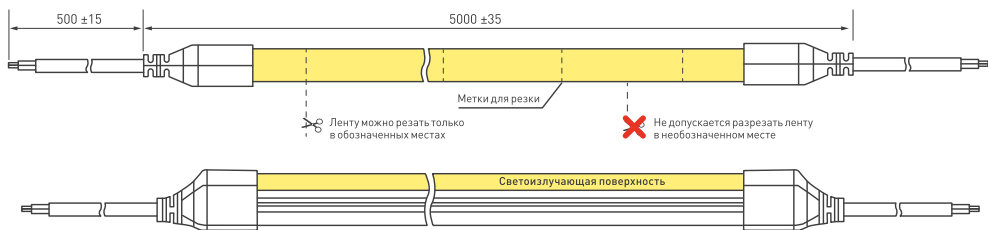

Рис. 1. Габаритные размеры ленты
- 3.2. Отрежьте ленту нужной длины. Разрезать ленту можно только в обозначенных местах (см. рис. 1). Рекомендации по резке содержатся в Приложении. Установите глухую заглушку из комплекта заглушек (арт. 029423) на конец отрезка на нейтральный силиконовый герметик (арт. 028100), Заглушки, коннекторы для подключения и герметик приобретаются отдельно.